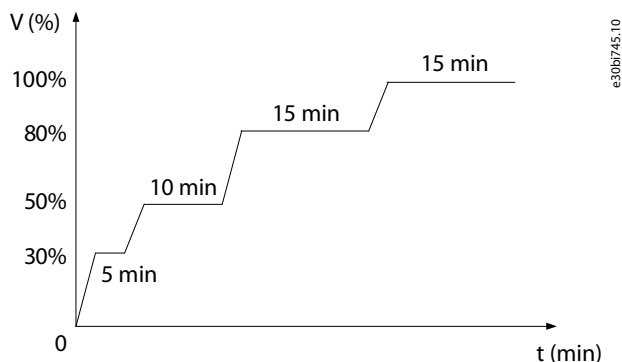

Рисунок 83: Схема процесса формовки
3. Включите питание от источника постоянного тока. Чтобы предотвратить срабатывание защиты от перегрузки по току в цепи постоянного тока, медленно повышайте входное напряжение до 30 % от номинального напряжения силовой ячейки, равного 975 В постоянного тока. Поддерживайте напряжение 30 % в течение 5 минут. См. Рисунок 83.